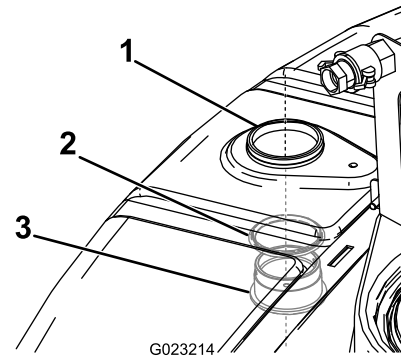

Bild 14
2. Bringen Sie das Schott und den O-Ring von der Innenseite des Behälters oben an, indem Sie die zuvor geschnittene Öffnung benutzen (Bild 14).